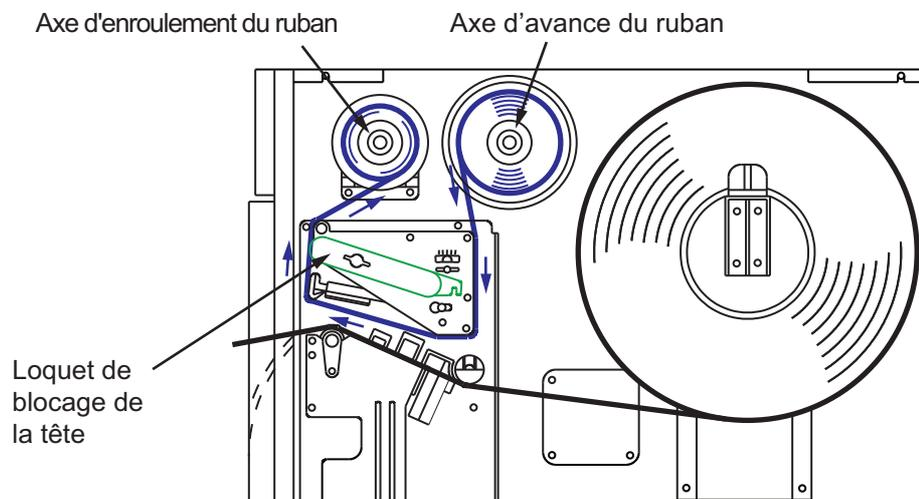

Figure 2-8, Trajet du ruban
5. À partir de l'**axe d'avance du ruban**, faites passer le ruban transfert sous le système de la tête d'impression vers l'**unité d'enroulement du ruban**. Reportez-vous à la Figure 2-8 pour le trajet du ruban. Faites passer le ruban derrière et au-dessus de l'**axe d'enroulement du ruban** et fixez l'amorce du ruban transfert sur le **mandrin de ruban**.